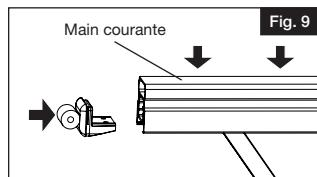
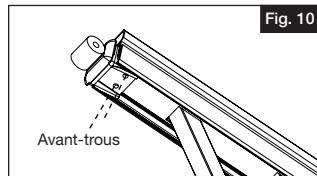

Fig. 9
Fig. 10
- Mesurer la longueur de la section de rampe, et couper la main courante à la même longueur. Appuyer sur la main courante pour assurer qu'elle est bien installée sur la section de rampe (Fig. 9).
- Aligner le support d'escalier du haut sur l'extrémité seulement au haut de l'escalier (Fig. 9). En se servant des avant-trous comme guide, utiliser une mèche de 1/8 po (3,2 mm) pour percer à travers la rampe en s'assurant que les trous ne passent pas à travers la surface de la main courante. Suivre ce processus pour le haut de l'escalier seulement (Fig. 10).